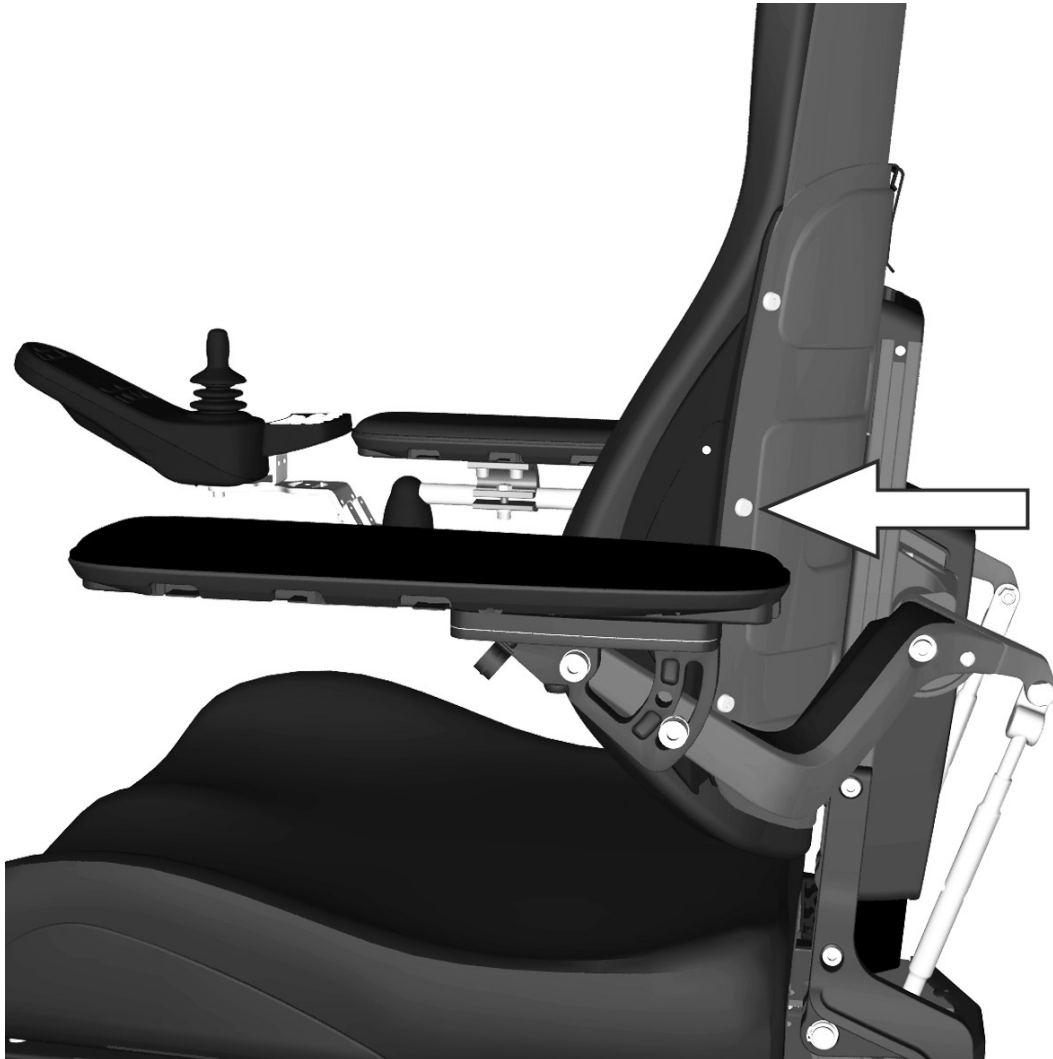

Abbildung 209. Die Höheneinstellung der Rumpfstütze wird mit einer Schraube fixiert.
1. Befestigungsschraube der Höheneinstellung der Rumpfstütze ca. 2 Umdrehungen. Siehe Abbildung. 209.